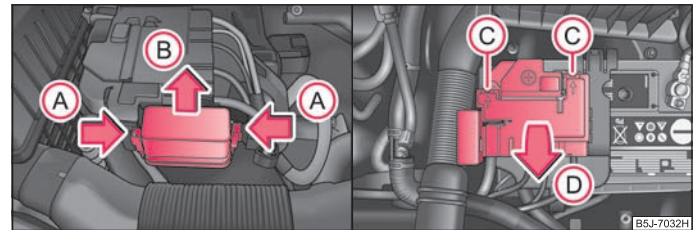

Abb. 158 Batterie: Sicherungsdeckel
- Drücken Sie die Verrastungen der Sicherungsabdeckung gleichzeitig in Pfeilrichtung (A) zusammen ⇒ Abb. 158, schieben Sie die Abdeckung in Pfeilrichtung (B) heraus.